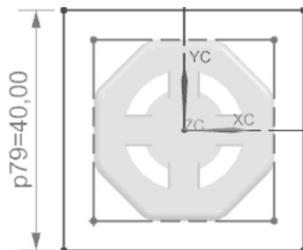

图3-18 修改工件尺寸
(33) 单击“工件”按钮，在【工件】对话框中“类型”选“产品工件”，“工件方法”选“用户定义的块”，“定义类型”选取“草图”，单击“绘制截面”按钮，删除系统默认的尺寸，再标上尺寸，并将尺寸修改为40mm×40mm，如图3-18所示。